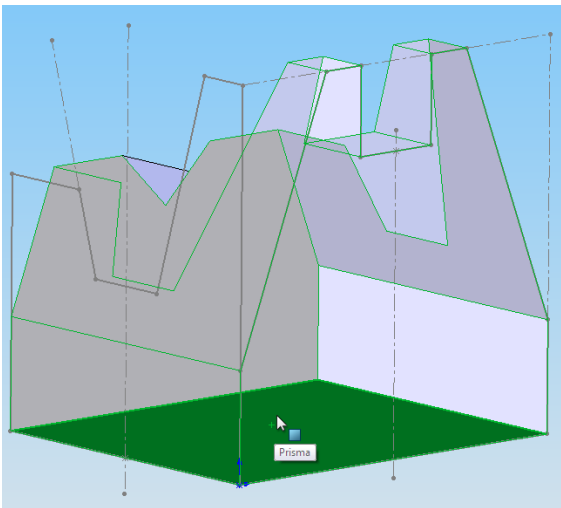

Bild 2.34: Eine Skizze auf der negativen Seite der XZ-Ebene
- Drehen Sie das Modell in die Untersicht, so dass Sie unter die rechteckige Grundfläche sehen. Aktivieren Sie sie (Bild 2.34).